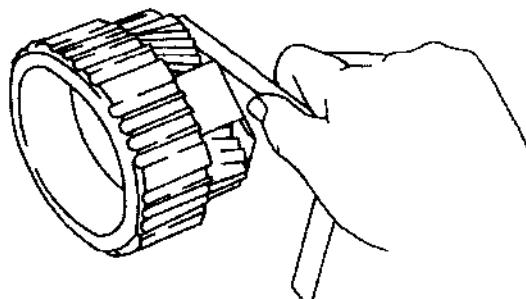

图 5.22 检查行星齿轮与行星架之间的间隙检查
- ② 检查行星齿轮与行星架之间的间隙。如图 5.22 所示，其标准间隙为  $0.2\text{mm} \sim 0.6\text{mm}$ ，最大不得超过  $1.0\text{mm}$ ，否则应更换止推垫片或行星架及行星齿轮组件。
- ③ 检查太阳轮、行星架、齿圈等零件的轴颈或滑动轴承处有无磨损，如有异常，则应更换新件。
- ④ 检查单向离合器、滚柱有无破损，滚柱保持架有无断裂或内外圈滚道是否磨损起槽，若有则应更换新件；若在锁止方向上出现打滑或在自由转动方向上有卡滞现象，也应更换新件。